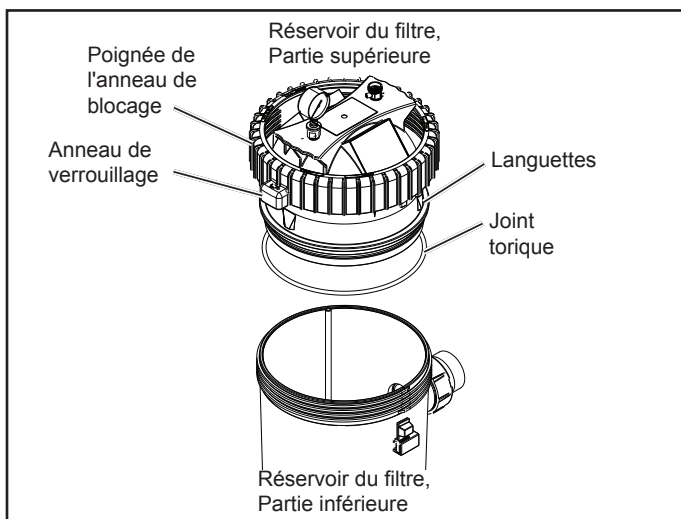

Figure 6. Anneau de blocage
1. S'assurer que le joint torique est en place dans la partie supérieure du réservoir. Enfoncer le couvercle du filtre sur la moitié inférieure jusqu'à ce qu'il soit en place. La lubrification du joint torique avec un lubrifiant à base de silicone facilitera l'installation. Voir la Fig. 6.